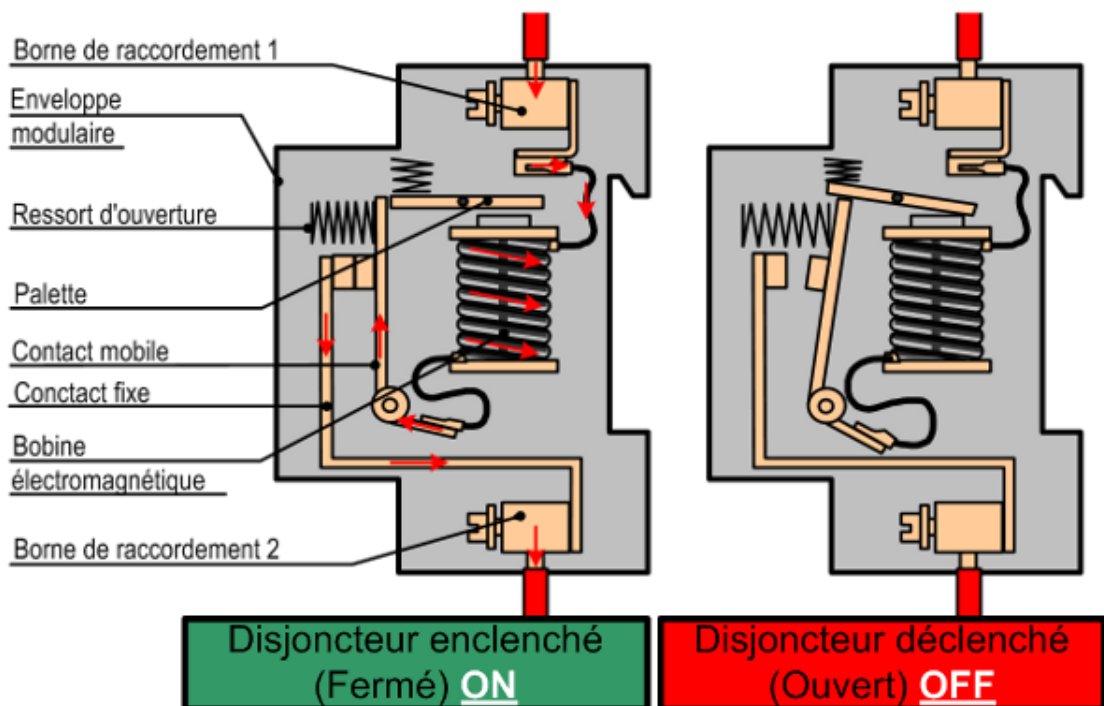

Figure 1 : Composition de disjoncteur magnétique
1.1.3 Disjoncteur magnétothermique : c'est un disjoncteur magnétique et thermique à la fois. Ce type de disjoncteur est constitué de (voir figures 1 et 2):